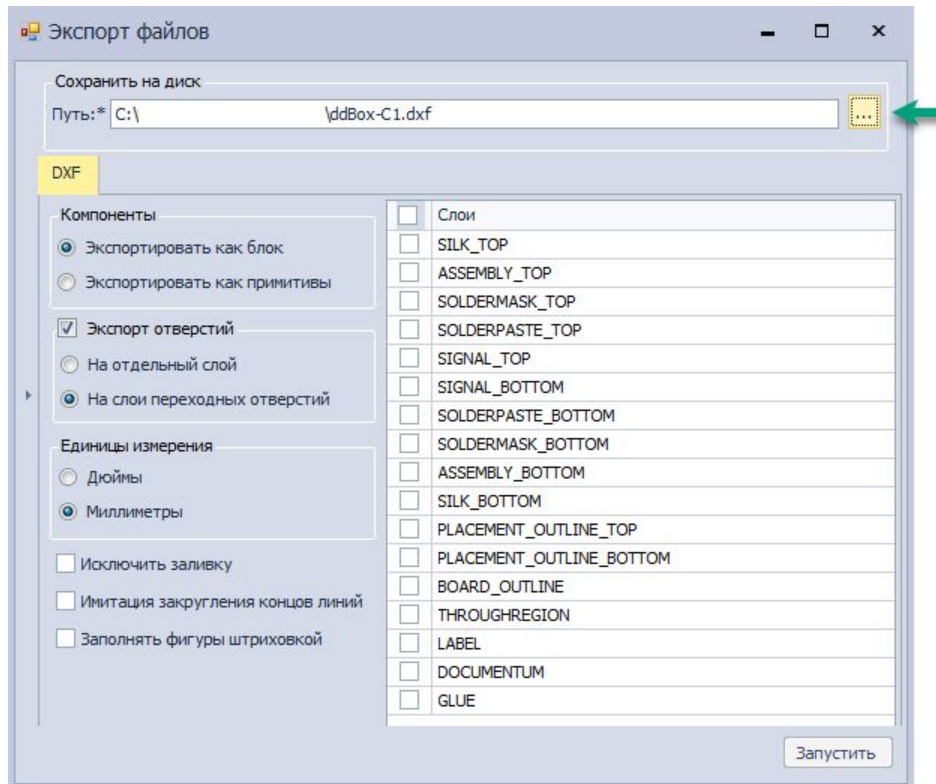

Рис. 77 Окно экспорта файлов в формате DXF
1. Указать путь для сохранения файла в поле «Сохранить на диск» напротив строки «Путь:*», в открывшемся окне «Экспорт файлов», см. Рис. 77.